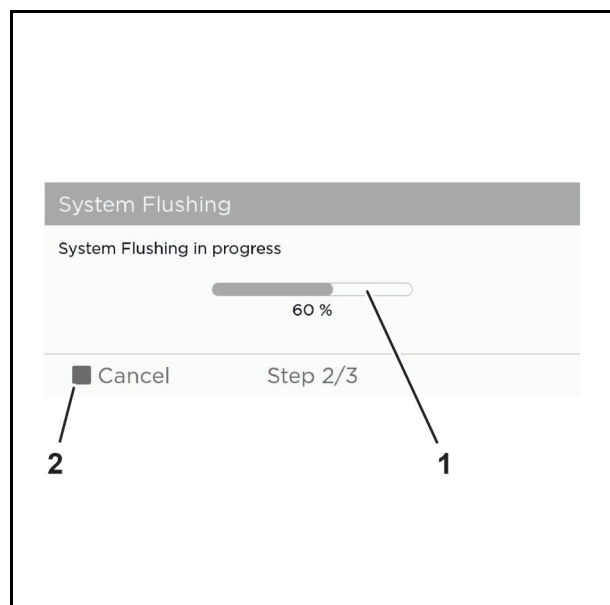

Abb. 54 Beispielgrafik
2. Verfolgen Sie den Fortschritt anhand der Fortschrittsanzeige (Abb. 54/1) oder tippen Sie auf die Schaltfläche "Cancel" (Abb. 54/2), um die Systemspülung abubrechen.